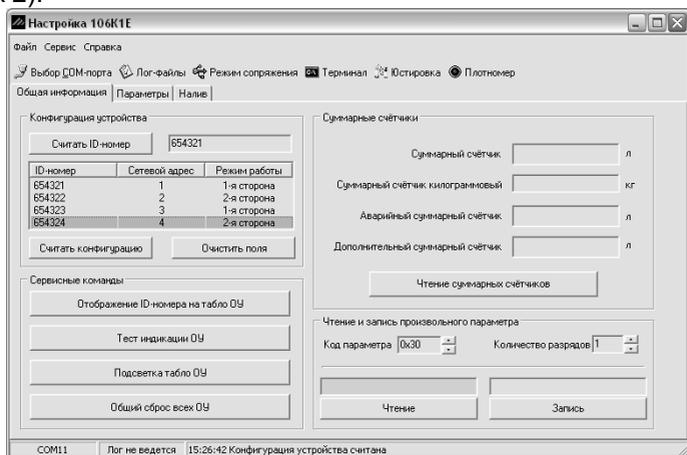
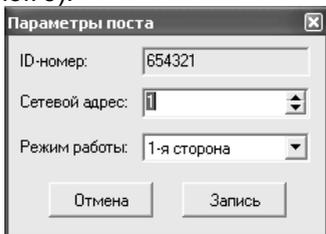

Рисунок 2
Рисунок 3
7.2.2 На вкладке "Общая информация" производится настройка сетевых адресов и режимов работы рукавов блока по их ID-номерам (рисунок 2).
При необходимости сетевой адрес и режим работы любого рукава можно изменить и записать новые значения. Для этого двойным щелчком левой кнопки по строке, отображающей конфигурацию этого рукава (рисунок 2). В появившемся окне "Параметры поста" производится настройка (рисунок 3).